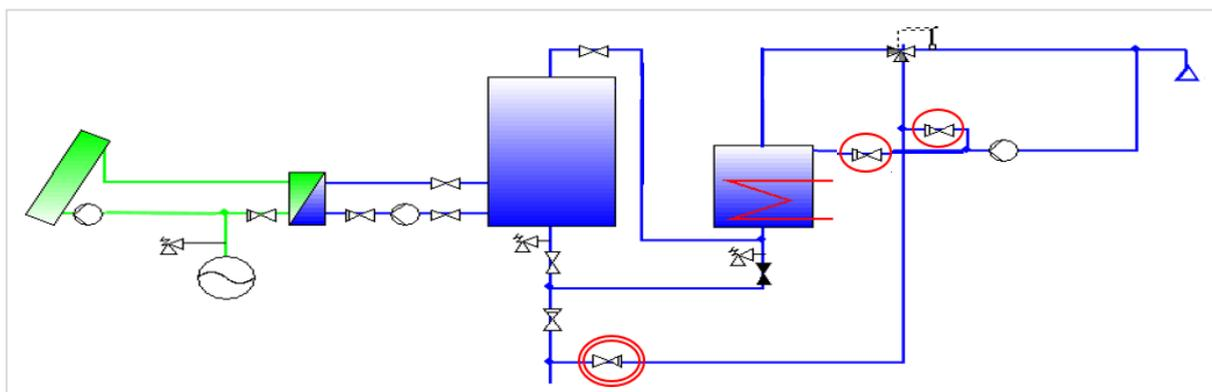

Fig. 4 Clapets sur installation avec bouclage et mitigeage
- Y Pour éviter des circulations non désirées (retour bouclage vers le bas du ballon solaire et/ou passage direct de l'eau froide vers l'appoint sans passer par le solaire), des clapets sont indispensables, comme le montre la figure 4 :